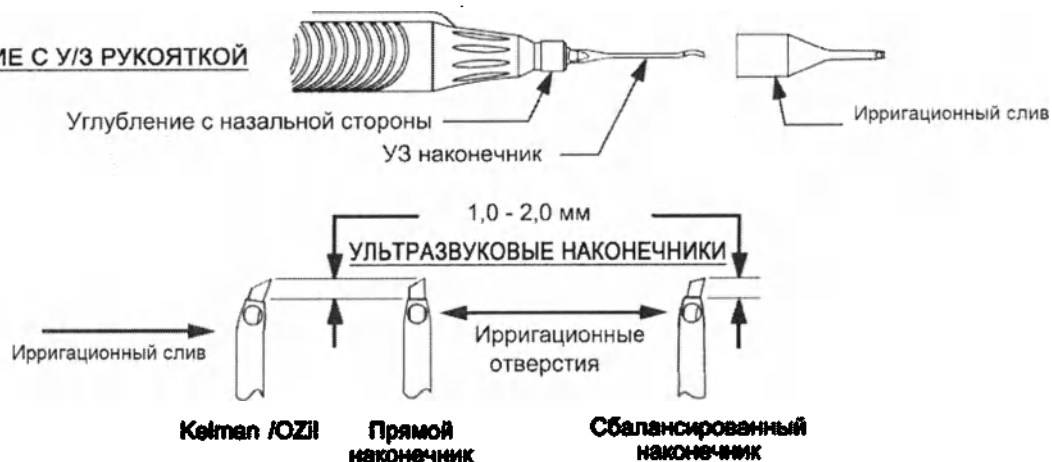

Рисунок 3-2 Подготовка ирригационного слива/наконечника для фактоэмульсификации
4. От кассеты подсоедините разъем Люэра типа «мама» на аспирационной линии к разъему аспирации типа «папа» на рукоятке. Подсоедините разъем Люэра типа «папа» на ирригационной линии к разъему ирригации типа «мама» на рукоятке. Для рукояток Centurion с запирающимся аспирационным портом поверните белый замок разъема по часовой стрелке до упора и закрепления разъема на рукоятке (см. рисунок 3-2).